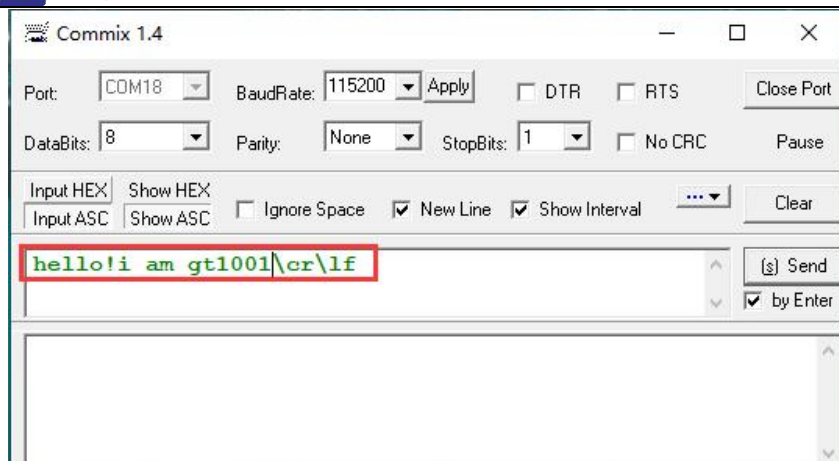

图 17-9 串口参数设置界面
(5) 打开“Commix”串口测试工具，串口参数设置如图 17-9 所示，然后点击“open port”打开串口。